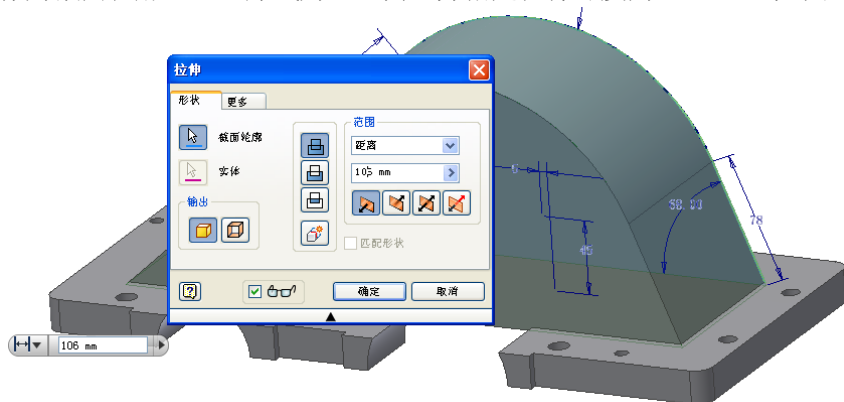

图 9-71 拉伸示意图
②单击【草图】标签上的【完成草图】工具按钮 $\checkmark$ ，退出草图环境，进入零件特征环境。单击【模型】标签栏【创建】面板上的【拉伸】工具按钮 ↕ ，打开【拉伸】对话框，选择绘制的草图图形作为截面轮廓，终止方式为【距离】并指定拉伸深度为 106mm，如图 9-71 所示。